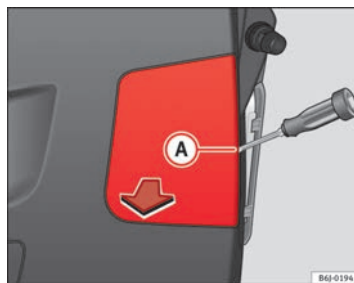

Fig. 161 Feux sur le hayon
- Retirez ce cache à l'aide d'un tournevis à tête plate placé dans la rainure indiquée **A** ⇒ fig. 161.